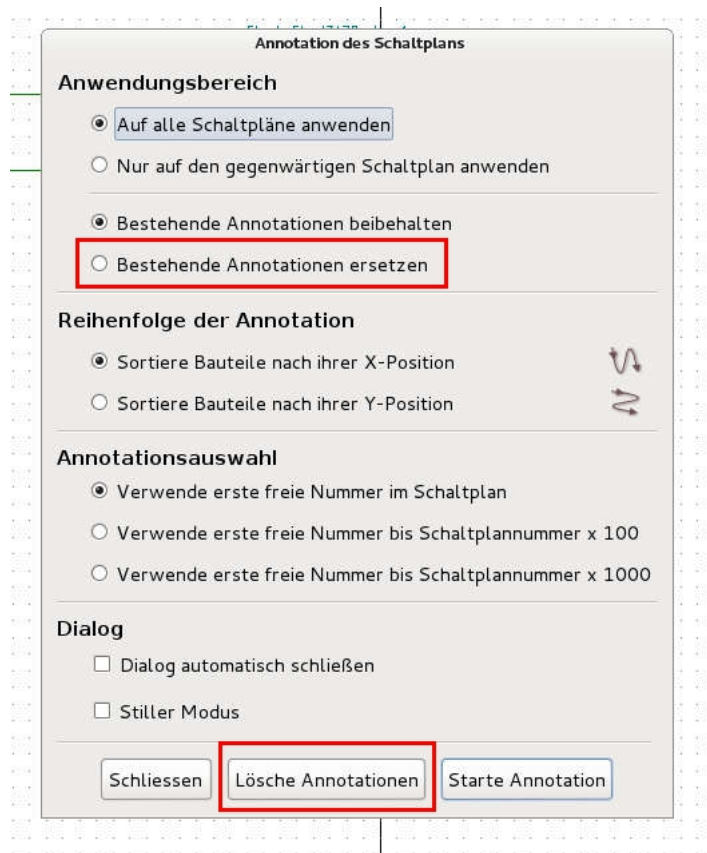

Abbildung 20: Annotationen Ersetzten bzw. Löschen.
B) Indem man die vorhandene Annotation löscht. Siehe Abbildung 20 unten.
C) Indem man Eeschema die Möglichkeit einräumt, doppeltbelegte Annotationen zu ersetzen. Siehe Abbildung 20 in der Mitte.